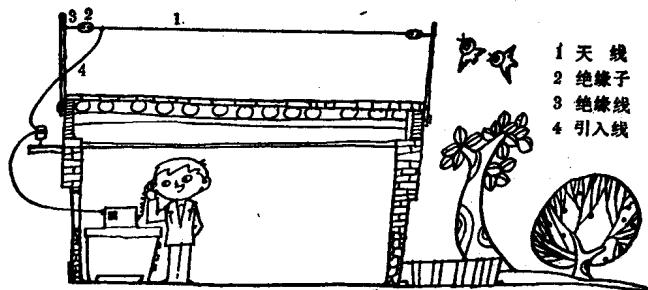

图 2-2
(1) 天线 天线的符号和实物见图 2-2。它是一根水平张挂着的导线，用引入线通到室内，和收音机电路连接。在离电台 5 公里左右的市区内，只要用一根长 5~7 米的导线，通向室外，悬挂在 3 米左右高的地方就可以了。离电台较远的市郊，天线就应适当地加长，加高。离电台四、五十公里以外，尤其是有山岭阻隔的地方，本章所介绍的简单装置是很难收到电台播音的。